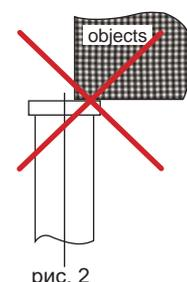

рис. 2
- Предохранительный клапан (18) регулировке не подлежит, поскольку установка на перегрузку производится на предприятии производителя. Составные части 10, 11, 18, 19, 20, 21 работают на защиту в случае перегрузки.
- Запрещается поднимать груз, удерживаемый с краю верхней плиты (рис. 2). Груз должен всегда размещаться по центру домкрата.